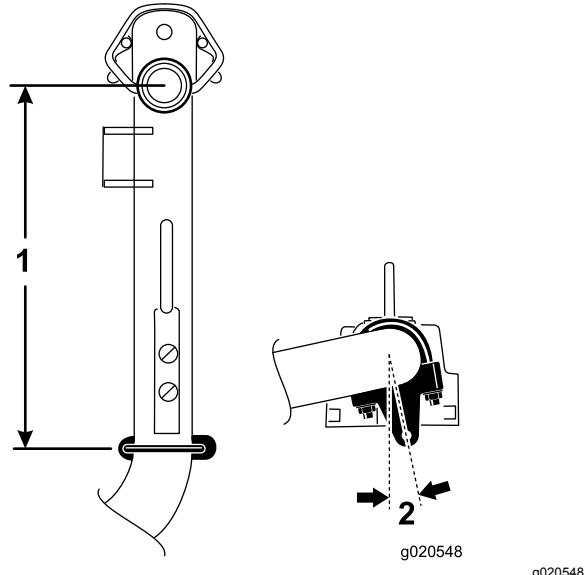

Figura 7
5. Sui bracci di sollevamento n° 6 e 7, posizionate le staffe e i bulloni a U a una distanza di 36,8 cm dietro la linea centrale dello snodo di articolazione (**Figura 7**).